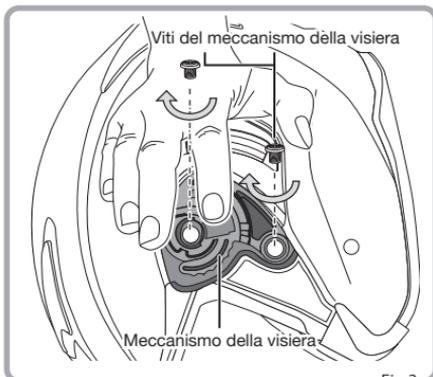

Fig.3
- ③ Avvitare saldamente ogni vite del meccanismo della visiera ruotandola in senso orario. Ripetere la stessa procedura per il meccanismo della visiera sull'altro lato del casco. L'installazione dei meccanismi della visiera è completa (Fig. 3).
(Fig. 3)
- 2 Flettere la visiera con attenzione fino a renderla piatta. Quindi, agganciare l'altro lato della lente originale a incastro Pinlock® nei perni eccentrici prima di lasciare attentamente che la visiera torni alla curvatura originale. (Fig. 3, 4, 5)